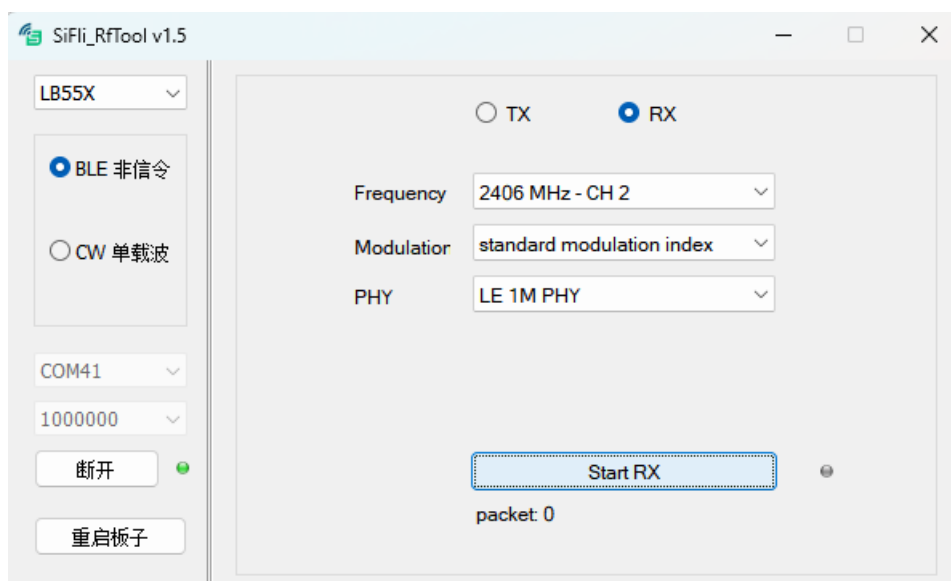

图 2-6
- 如果测试其他信道，需先点击 **Stop RX**，右侧指示灯变成灰色，停止当前 **RX** 测试状态，再去设置，如图 2-6。